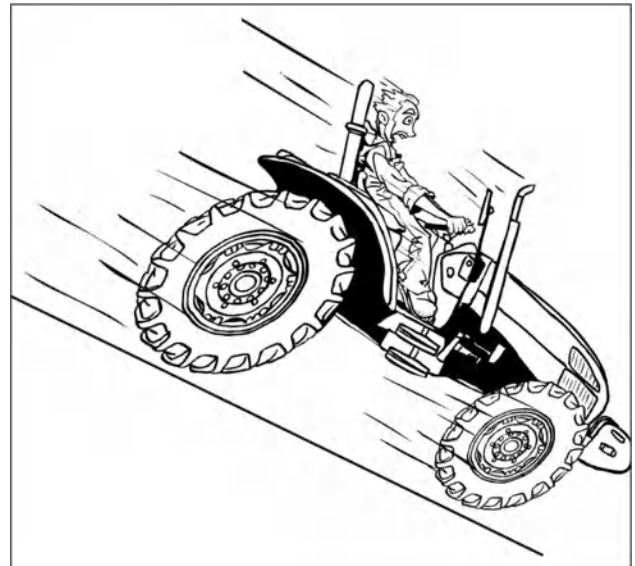

Рис. 2-46
- Перед подъемом или спуском переключитесь на более низкую передачу. (рис. 2-46)
- Во время движения всегда должна быть включена передача. Запрещается двигаться накатом с выключенным сцеплением или на нейтральной передаче (рис. 2-46).